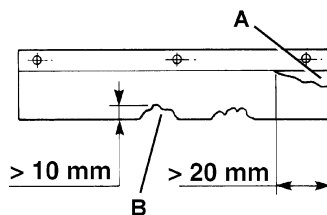

Abbildung 12
- Die Knöpfe (23) und (21) ausschrauben und die rechte (22) und linke Klappen (20) entfernen.
- Prüfen, dass die Seitenflaps (13 und 14) unversehrt sind. Die Flaps bei Schnitten (A, Abb. 12) von mehr als 20 mm oder Durchbrüchen (B) von mehr als 10 mm ersetzen (zur Ersetzung der Flaps, siehe die Service-Anleitung).
- Prüfen, dass die Vorder- (15) und Hinterflaps (16) unversehrt sind. Die Flaps bei Schnitten (A, Abb. 12) von mehr als 20 mm oder Durchbrüchen (B) von mehr als 10 mm ersetzen (zur Ersetzung der Flaps, siehe die Service-Anleitung).